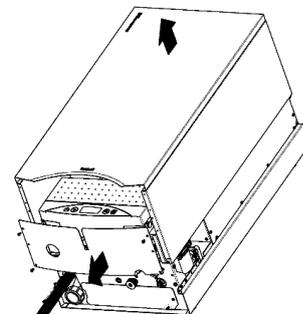

fig. 1.
5. Rimuovi l'involucro della caldaia, svitando le rispettive viti di fissaggio (fig. 1).